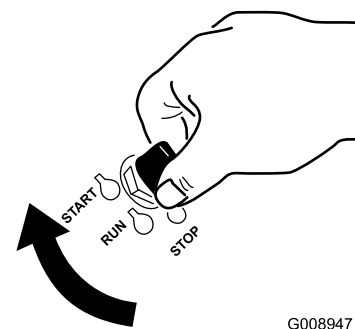

Figure 18
1. Tournez la clé de contact à la position DÉMARRAGE (Figure 18).
5. Tournez la clé de contact à la position DÉMARRAGE (Figure 18). Relâchez la clé quand le moteur démarre.